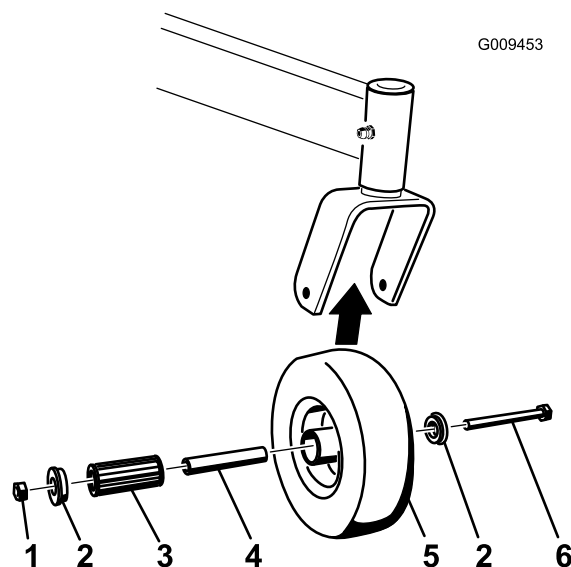

Figura 61
1. Retire la contratuerca y el perno que sujetan la rueda giratoria a la horquilla (Figura 61).
2. Retire un solo casquillo y tire del casquillo intermedio y del cojinete de rodillos para sacarlos del cubo de la rueda (Figura 61).
3. Retire el otro casquillo del cubo de la rueda y limpie la grasa y la suciedad del cubo de la rueda (Figura 61).
Nota: Cambie las piezas defectuosas o desgastadas (Figura 61).
5. Coloque un casquillo en el cubo de la rueda (Figura 61).
6. Engrase el cojinete de rodillos y el casquillo intermedio y deslícelos en el cubo de la rueda (Figura 61).
7. Coloque el segundo casquillo en el cubo de la rueda (Figura 61).
8. Instale la rueda giratoria en la horquilla y fíjela con el perno y la contratuerca (Figura 61).
9. Apriete la contratuerca hasta que el casquillo intermedio se apoye contra el interior de las horquillas de las ruedas giratorias (Figura 61).